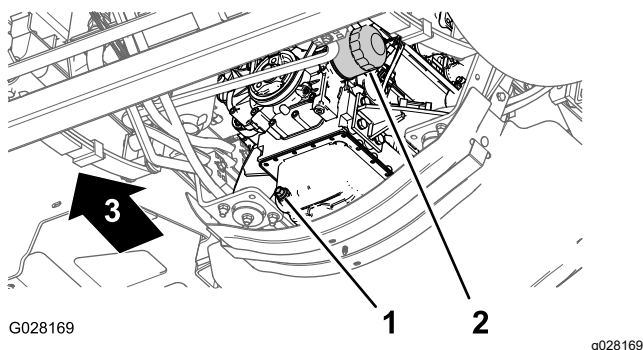

Figure 76
- Placez un bac de vidange sous le filtre à huile moteur (Figure 76).
- Retirez le filtre à huile usagé (Figure 76).
- Posez le filtre à huile sur l'adaptateur et vissez le filtre dans le sens horaire jusqu'à ce que le joint en caoutchouc touche l'adaptateur, puis serrez encore le filtre d'un demi tour (Figure 76).
- Placez un bac de vidange sous le bouchon de vidange (Figure 76).
- Enlevez le bouchon de vidange (Figure 76) pour permettre à toute l'huile de s'écouler.